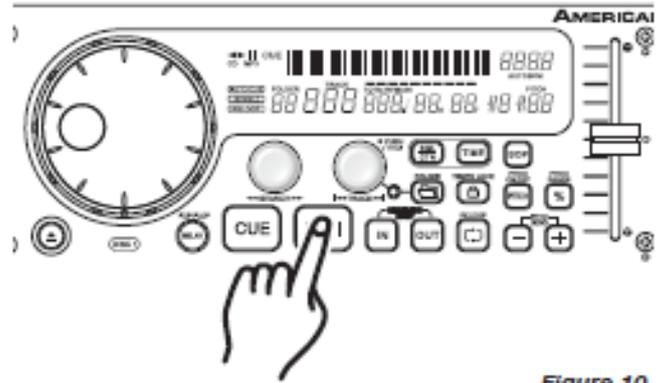

Figure 10
3. DÉMARRER LA LECTURE – Figure 10
5. ARRÊTER LA LECTURE – Figures 10 et 11
2) Appuyez sur le bouton *CUE* (19) pendant la lecture. La lecture se met en pause et fait retourner au dernier point de Cue défini.
6. METTRE SUR PAUSE – Figure 10